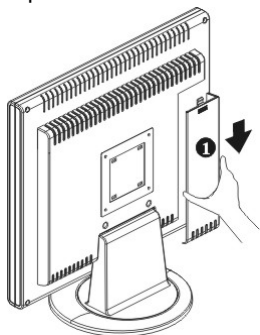

Figure 1-2
1. Retirez le panneau arrière (voir 1) du moniteur (cf. Figure 1-2, 1-3)